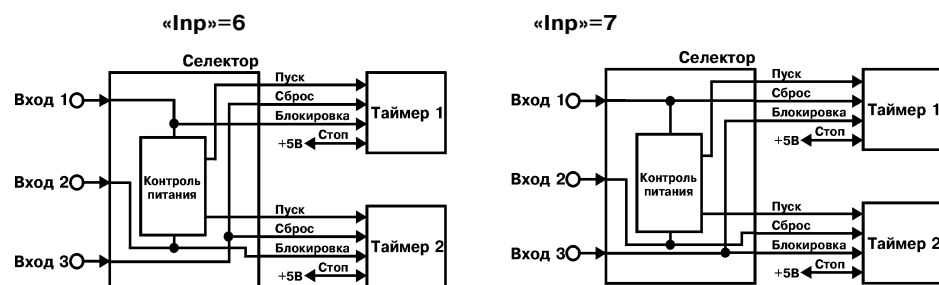

Рис. 15
3.1.5.4. **Одновременный запуск таймеров при включении питания** осуществляется при значении «Inp»=6 или 7, если на входах прибора отсутствует активный уровень сигналов «Сброс» или «Блокировка». При «Inp»=6 первые два входа предназначены для блокировки соответствующего таймера, а третий вход – для их одновременного «Сброса». При «Inp»=7 первые два входа предназначены для «Сброса» соответствующего таймера, а третий вход – для их одновременной «Блокировки» (рис. 15).